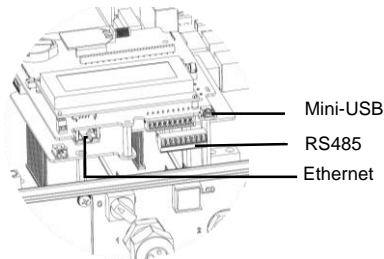

Abbildung 17: Interne Anschlüsse
- Führen Sie die acht Drähte in einen RJ45 Stecker ein, wie in Abbildung 17 gezeigt.